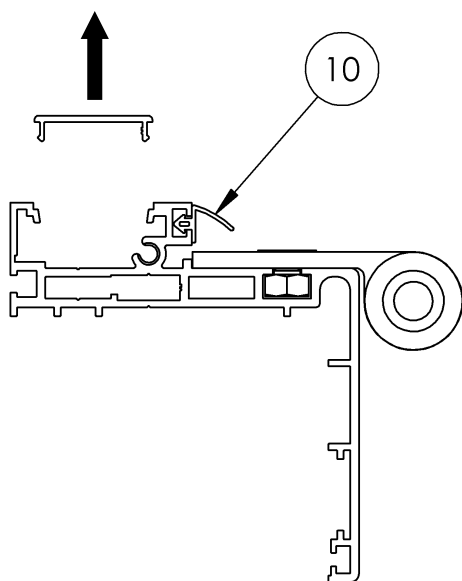

Figure 1
1. Retirer la parclose des montants du dormant (Fig.1).
2. Monter le joint (rep. 10) sur les montants du dormant (Fig. 1).